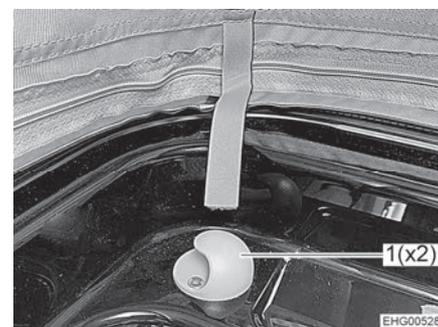

Fig. 63 Sujetador
- Enganchar la red de seguridad en los dos sujetadores (Fig. 63,1).